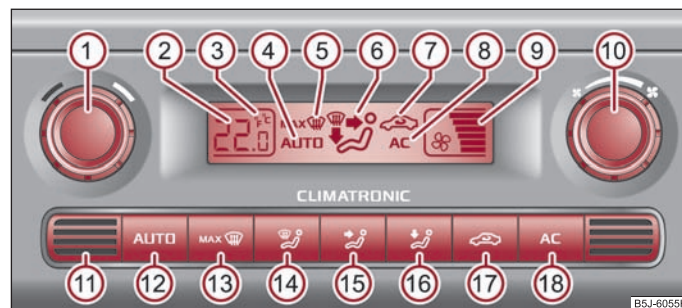

Fig. 90 Climatronic: Elementele de comandă
- Apăsăți tasta **AUTO** ⇒ pagina 84, fig. 90.
Apăsăți și mențineți simultan apăstate tastele **AUTO** și **AC** ⇒ pagina 84, fig. 90. Pe display se afișează datele în unitatea dorită de măsură a temperaturii. ►
- Apăsăți tasta  ⇒ pagina 84, fig. 90.
- Rotiți regulatorul  ⇒ pagina 84, fig. 90 spre stânga (reducerea turației) sau spre dreapta (mărirea turației).